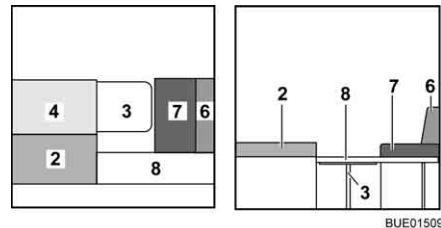

Fig. 145 Durante a transformação
- Ponha o estofado do encosto (Fig. 145,4) ao lado do estofado do assento (Fig. 145,2).
- Desdobre o apoio do acrescento da cama (Fig. 145,8) e suspenda o acrescento da cama nos apoios nos bancos arca.
- Ponha o estofa do encosto (Fig. 145,4) ao lado do estofa do assento (Fig. 145,2).